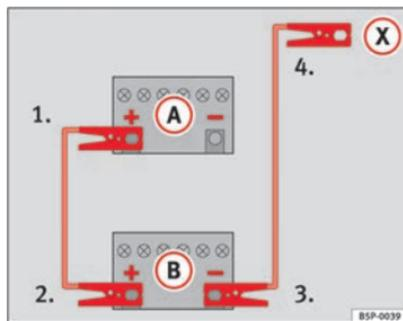

Fig. 143 Ajuda no arranque com recurso à bateria de outro veículo: A – bateria descarregada, B – bateria auxiliar
- Ligue a extremidade ① ⇒ Fig. 143 ao pólo positivo da bateria descarregada (A).
- Ligue a outra extremidade ② ao pólo positivo da bateria auxiliar (B).
- Ligue uma extremidade ③ ⇒ Fig. 143 ao pólo negativo da bateria auxiliar (B).
- Fixe a outra extremidade ④ a uma peça metálica maciça, firmemente unida ao bloco motor, ou ao próprio bloco motor. ▶